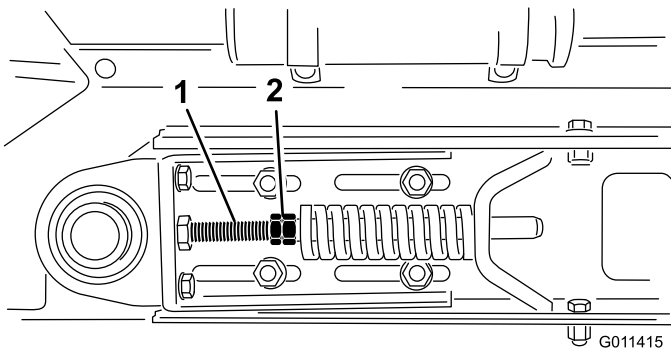

Figure 31
3. Desserrez les écrous de blocage et les écrous sur la tige de tension pour détendre le ressort (Figure 31).